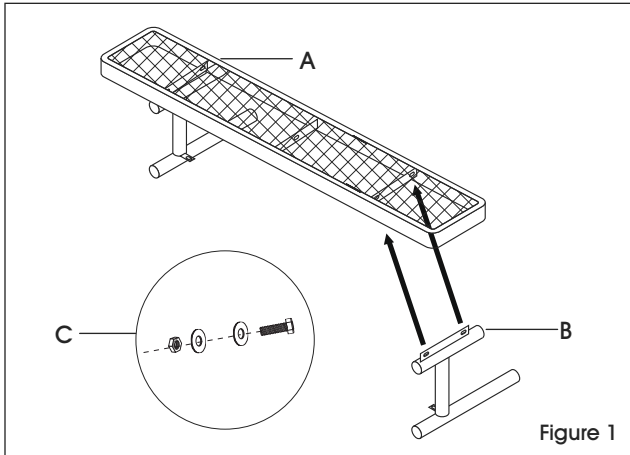

Figure 1
2. Attach the bench seat (A) to a leg (B). Make sure the leg is on the outside of the seat support fin and the brackets on the leg are facing inward. (See Figure 1)
3. Loosely attach the leg to the bench seat using one bolt, two washers and a nut (C). (See Figure 1)
2. Fixez le siège (A) à une patte (B). Assurez-vous que la patte est placée du côté extérieur de la bride de raccordement du siège et que les supports de la patte sont orientés vers l'intérieur. (Voir Figure 1)
3. Fixez lâchement la patte au siège à l'aide d'un boulon, de deux rondelles et d'un écrou (C). (Voir Figure 1)